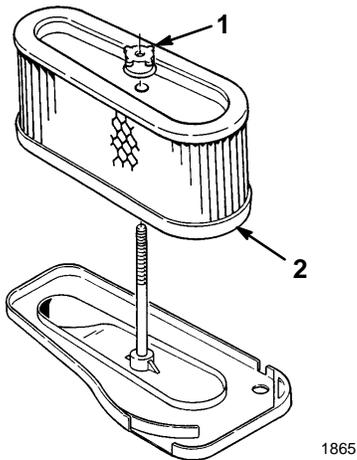

Abbildung 27
5. Die Gummimutter losschrauben und den Papiereinsatz entfernen (Abb. 27).